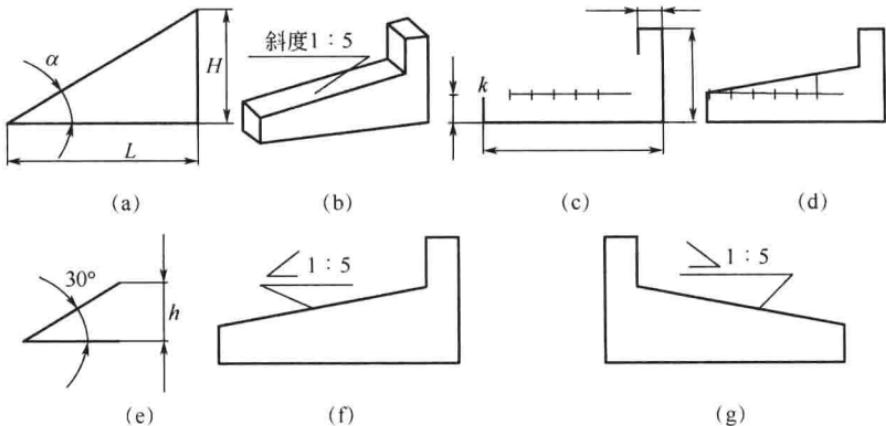
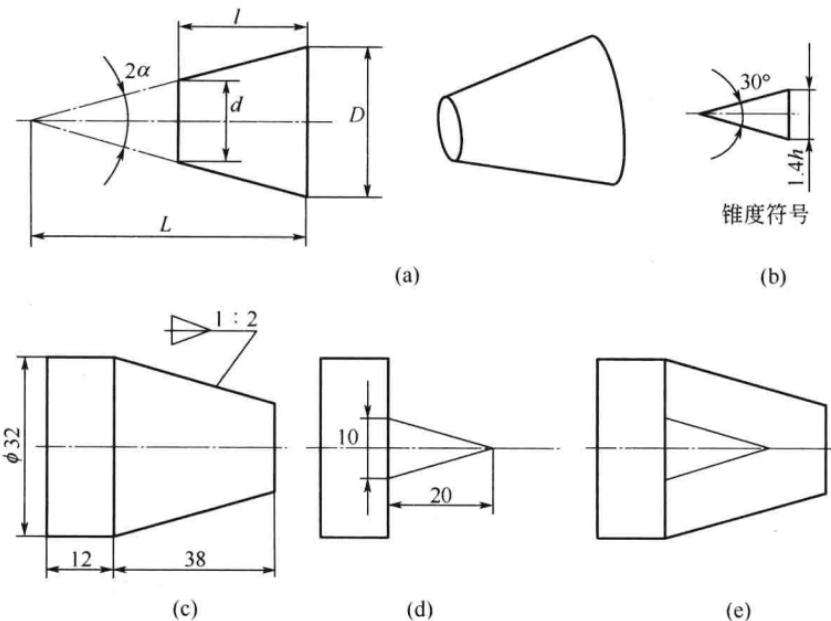

图 1-7 斜度的画法及标注
图 1-8 锥度的画法及标注
(1) 斜度 指一直线（或平面）相对于另一直线（或平面）的倾斜程度。其大小用该两直线（或平面）的正切表示。如图 1-7 所示。
斜度画法：见图 1-7 (c)，过定点 k 作斜度  $1:5$ ，可先作水平线，截取五个单位长度，再作垂线并截取一个单位长度，连线即成，见图 1-8 (d)。
斜度符号：见图 1-7 (e)，图中  $h$  为数字高度，符号的线宽为  $h/10$ 。
斜度标注：见图 1-7 (f)、(g)，应特别注意，斜度符号的方向应与斜度线方向一致。
(2) 锥度 指正圆锥底圆直径  $D$  与其高度  $L$  之比。对于圆锥台，其锥度为两底圆直径之差与高度之比，即：锥度 =  $D/L = (D-d)/l$ ，如图 1-8 所示。
锥度符号：见图 1-8 (b)，锥度符号的方向应与锥度线方向一致。
锥度的标注：见图 1-8 (c)。
锥度的画法：见图 1-8 (d)，作一底圆为 10、长度为 20 的辅助锥形，再作锥线的平行线即成，见图 1-8 (e)。